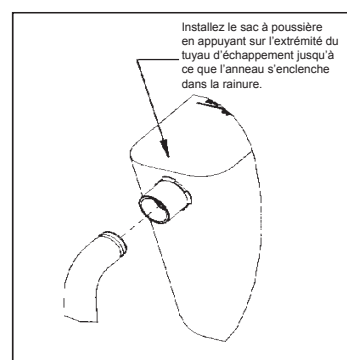

Figure 2
1. Installez le sac à poussière en appuyant sur l'extrémité du tuyau d'échappement jusqu'à ce que l'anneau s'enclenche dans la rainure (figure 2). Pour ce faire, il est préférable d'appuyer sur le dos de l'ouverture du sac avec la paume de la main.